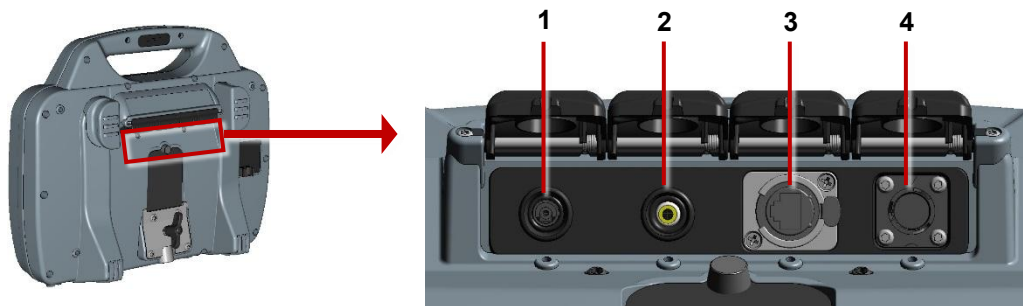

Imagen 3-4: Panel de conexión principal
- b. Conecte el carrete de la varilla de empuje al controlador utilizando el cable de enlace (elemento 4 en Imagen 3-4).
3. Conecte el tambor al controlador utilizando el cable de enlace (elemento 4 en Imagen 3-4).